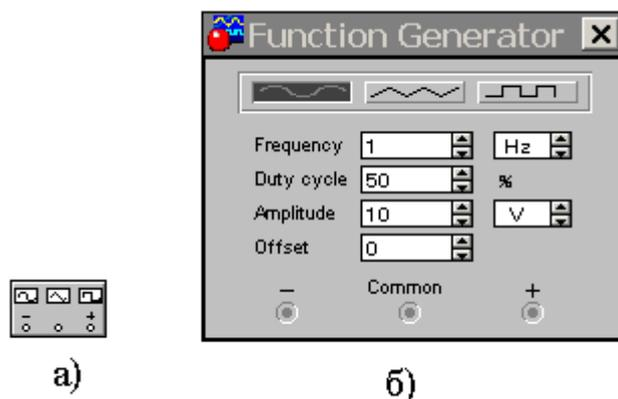

Рисунок 1.11 – Условное (а) и увеличенное (б) изображение функционального генератора
**Функциональный генератор** (рис. 1.11, а) является идеальным источником напряжения, вырабатывающим сигналы синусоидальной, прямоугольной или треугольной формы. Средний вывод генератора при подключении к схеме обеспечивает общую точку для отсчета амплитуды переменного напряжения. Для отсчета напряжения относительно нуля общий вывод заземляют. Крайние правый и левый выводы служат для подачи переменного напряжения на схему.
При двойном щелчке мышью по уменьшенному изображению функционального генератора открывается его увеличенное изображение (рис. 1.11, б).